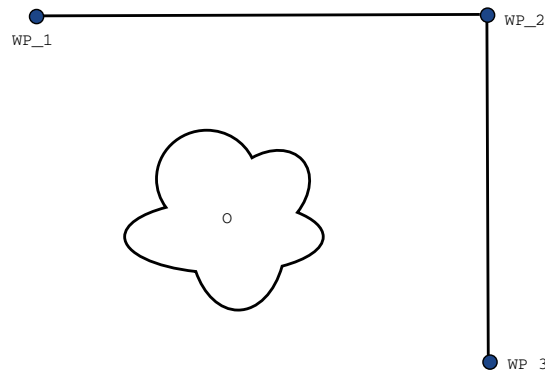

Abbildung 14.2: WP\_1: Ausgangsstellung, WP\_2: Zwischenziel, WP\_3: Aufnahmeposition, O: Hindernis.
**Beispiel** Betrachten wir beispielsweise eine Pick-and-Place-Anwendung (siehe Abbildung 14.2), bei der sich der Roboter aktuell am Wegpunkt 1 (WP\_1) befindet und ein Objekt am Weg-